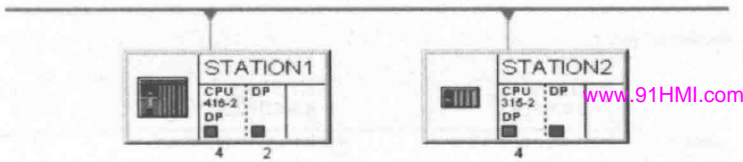

图 8-44 网络组态画面
(1) 在硬件组态中建立通信连接表。在 STEP7 中“Option”→“Configure Network”选项进入网络组态画面，如图 8-44 所示。